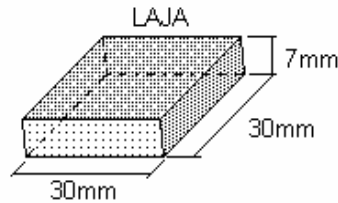

Figura 8: Laja de la piedra.
1.- Se tiene la laja de la piedra en una forma similar a una caja, esta primero es mojada para observar si existen exfoliaciones o fracturas, antes de rayar la forma de la roca (**Figura 8**).